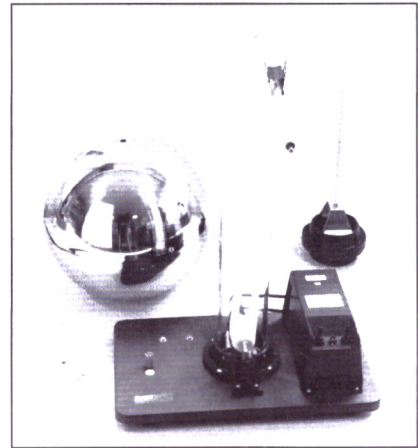

Abb. 14
13. Die obere Rolle wird mit dem neuen Band nach oben aus dem Glasrohr gezogen und mit einer Klammer am oberen Rand des Rohres festgeklemmt (Abb. 14).